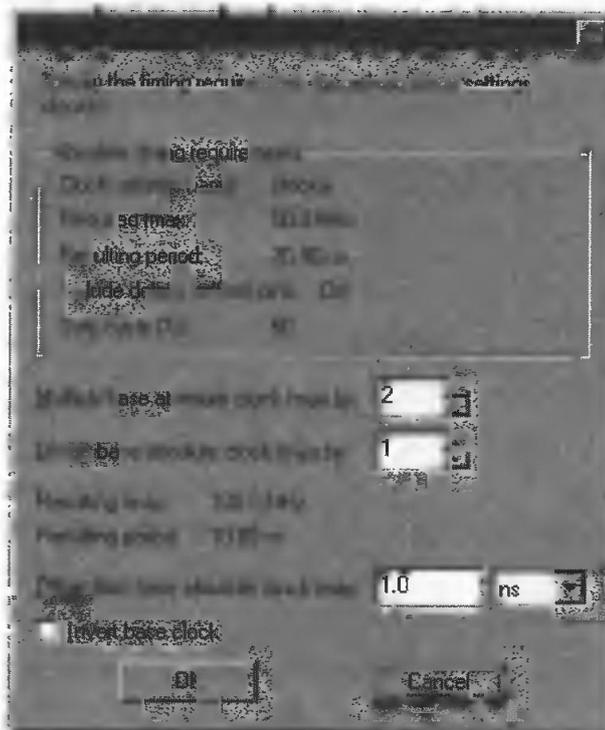

Рис. 3.56
6. Чтобы задать смещение вторичного тактового сигнала относительно основного тактового сигнала, введите 1.0 и выберите **ns** (наносекунды) в диалоговом окне **Offset from base absolute clock** f_{max} (смещение относительно основного абсолютного тактового сигнала f_{max}) (рис. 3.56).